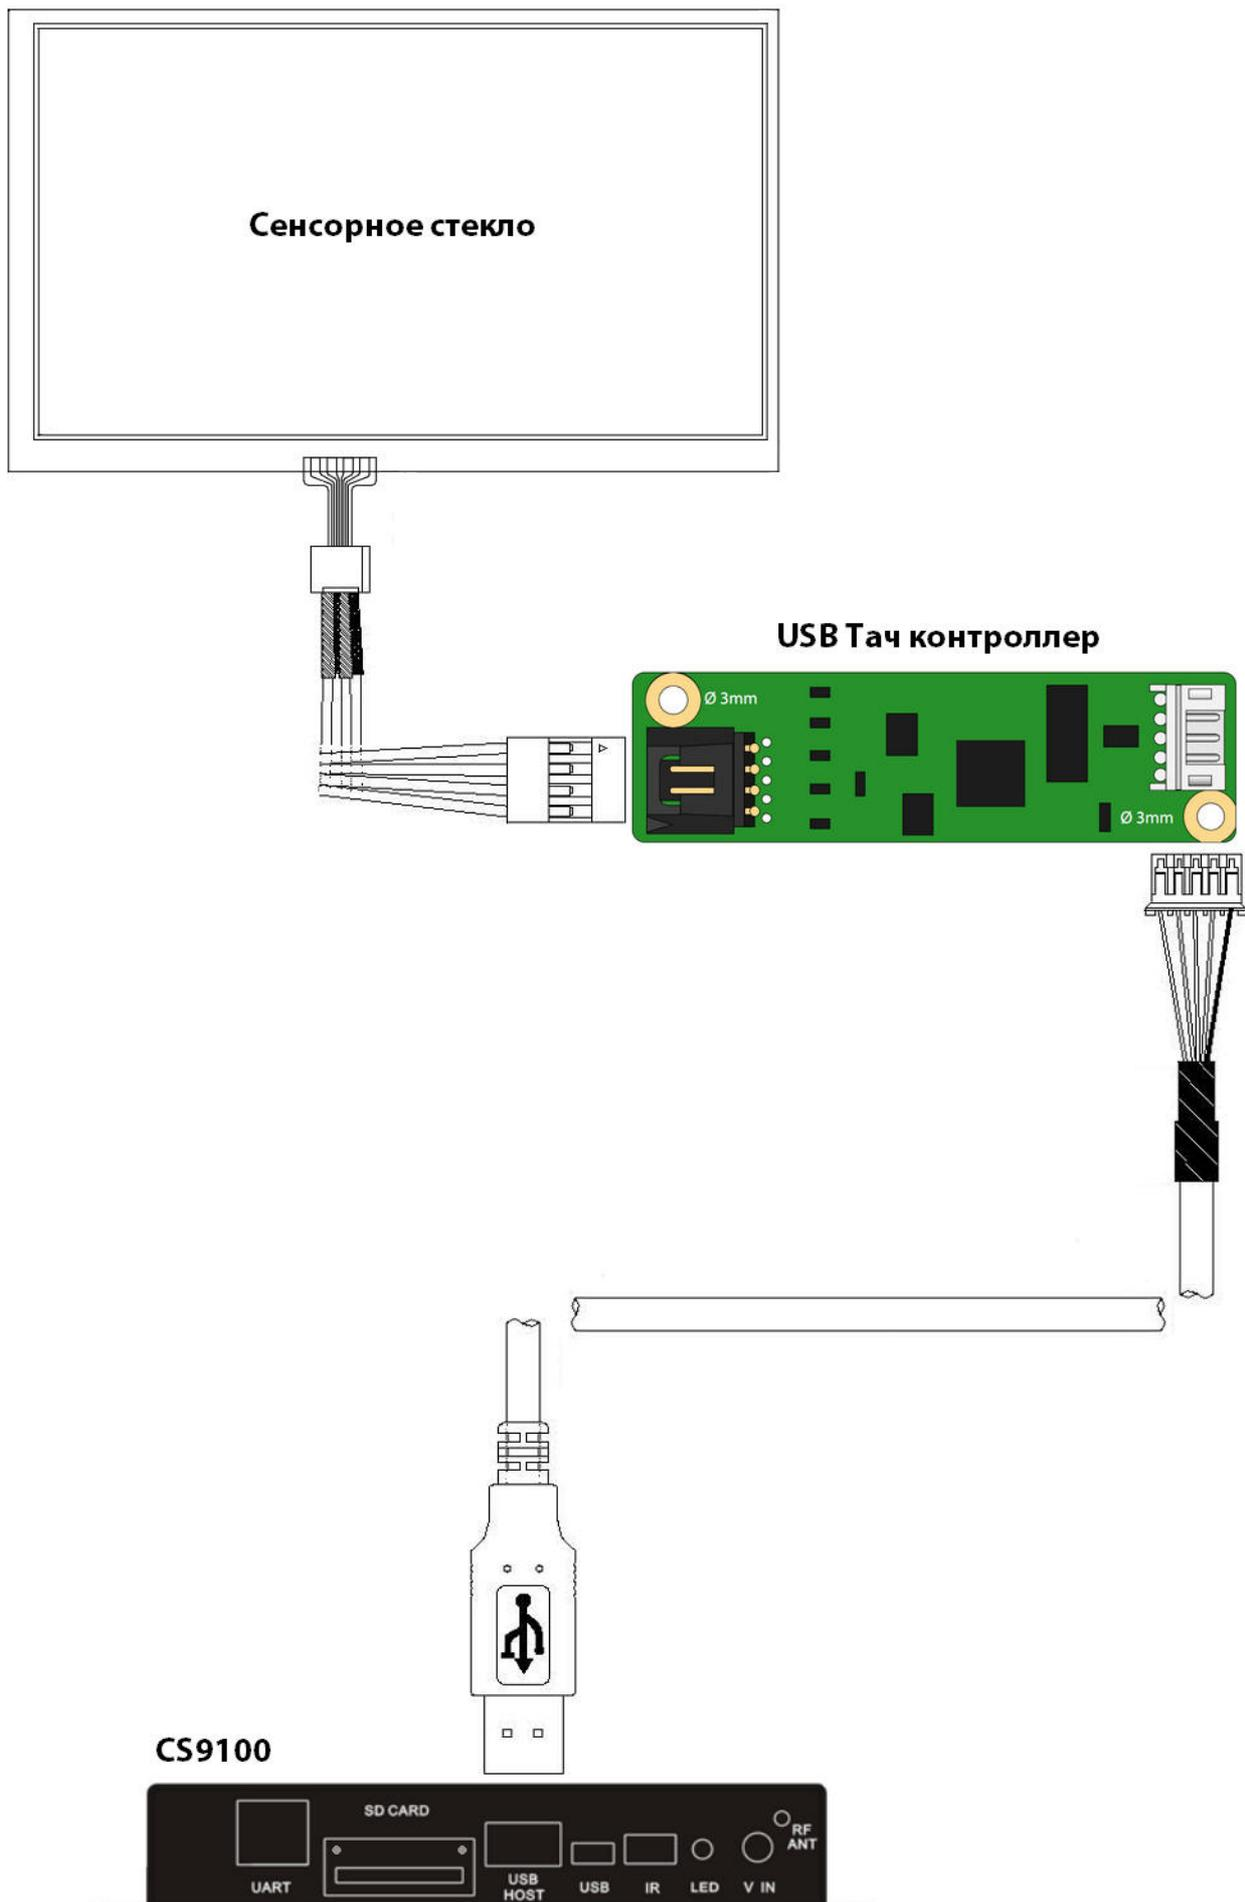

Рисунок 19
12. Ниже приведена схема подключения сенсорного стекла к нави блоку **CS9100** (рис. 19)